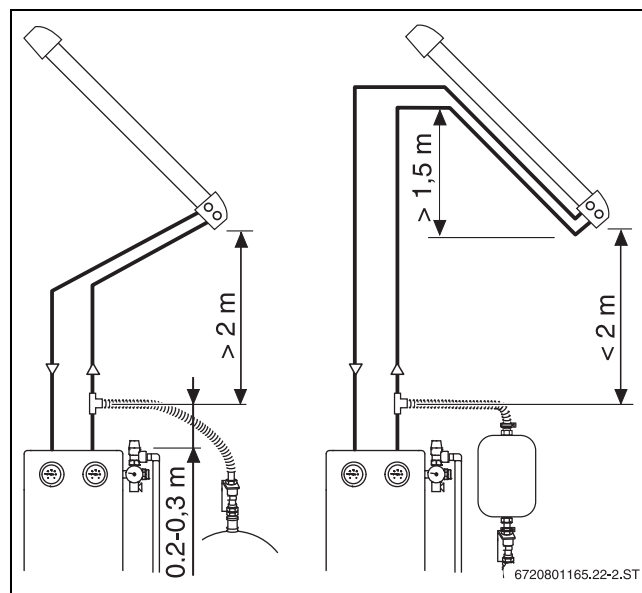

Bild 143 Abstand zum Kollektorfeld (SKR)
- ▶ Wenn die Mindestrohrleitungslänge oder der Mindesthöhenabstand **nicht** eingehalten werden kann: Am Kollektorfeld mit Vorlauf und Rücklauf einen „Leitungssack“ von mindestens 1,5 m Höhe bilden (→ Bild 143).